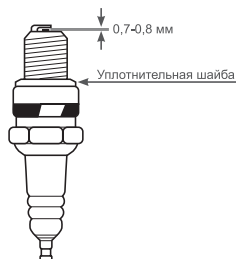

Рис. 18 Зазор между электродами свечи зажигания
4. Измерьте зазор между электродами свечи зажигания специальным щупом. Зазор должен быть  $0,7-0,8$  мм (Рис. 18). При увеличении, или уменьшении требуемого зазора, рекомендуется заменить свечу, так как регулировка зазора может привести к изменению качества искрообразования.